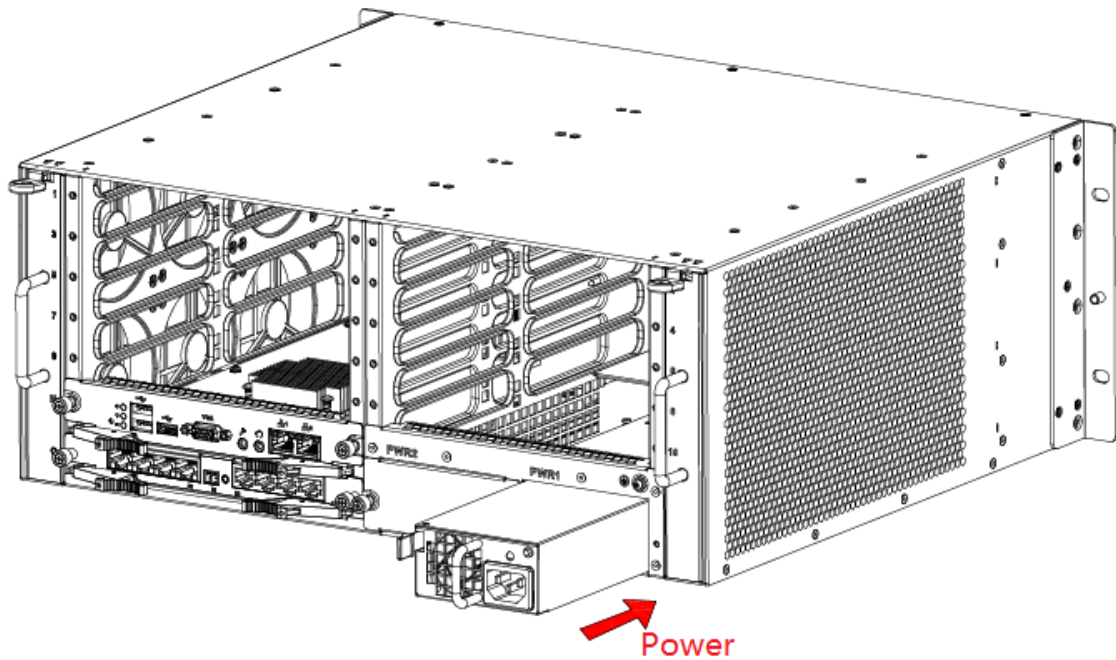

Figura 1-8
Paso 5 Inserte la fuente de alimentación y fíjela, como se muestra en la Figura 1-8.